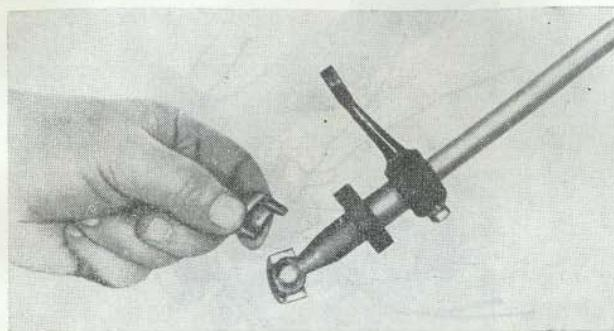

Рис. 128. Сборка сухарей нижней опоры валов управления
1. Установить резиновую манжету на сферический конец вала включения переднего моста, смазать сферу графитной смазкой и вставить два сухаря (рис. 128).